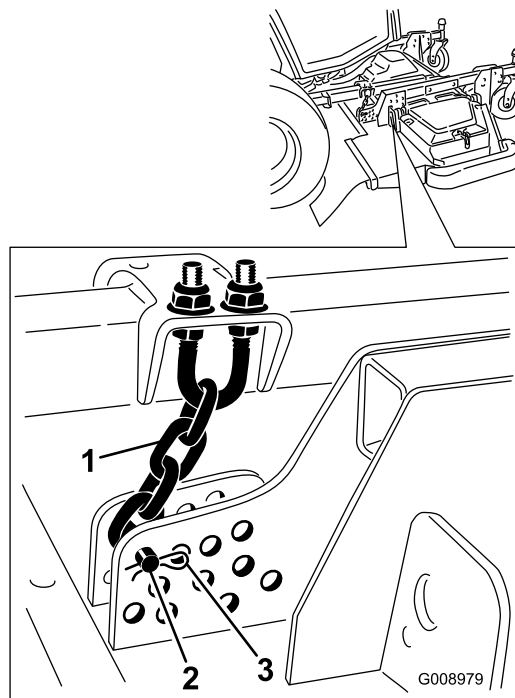

Figure 124
4. Enlevez la goupille fendue et l'axe de chape qui fixent les chaînes de hauteur de coupe à l'arrière du plateau (Figure 124).